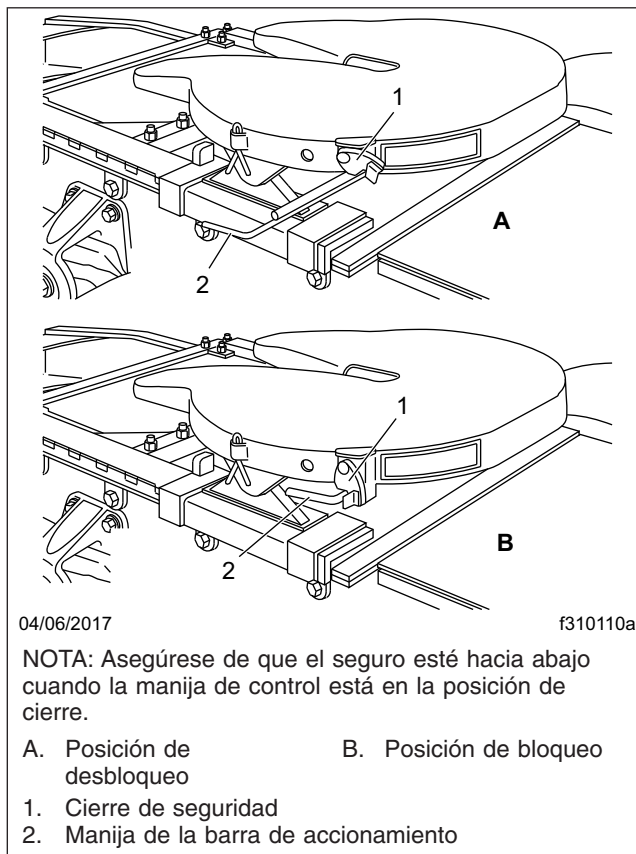
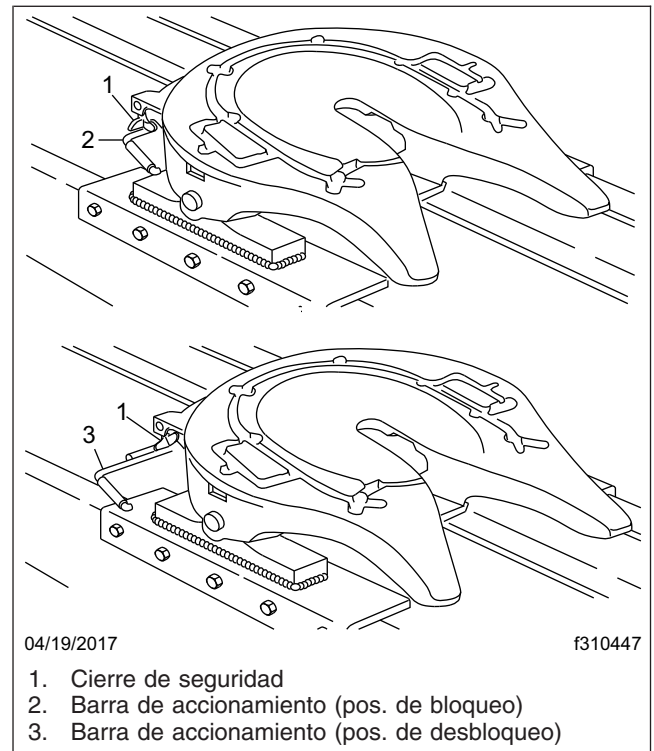

Figura 10.2, Mecanismo de bloqueo Fontaine
Figura 10.3, Mecanismo de bloqueo Holland Simplex SE
2. Asegúrese de que la mordaza de la quinta rueda esté totalmente abierta, y que la barra de accionamiento esté en la posición de desbloqueo. Vea la Figura 10.2 o la Figura 10.3.
Cuando ha ocurrido el bloqueo, la manija de control de la quinta rueda se mueve a la posición de bloqueo. Asegúrese de que el seguro esté sobre la manija de la barra de accionamiento para mantenerla en la posición de cierre. (El seguro gira libremente hacia abajo solamente cuando la barra de accionamiento está completamente replegada en la posición de cierre.) Si tiene una quinta rueda Fontaine, vea la **Figura 10.2**. Si tiene una quinta rueda Holland, vea la **Figura 10.3**.